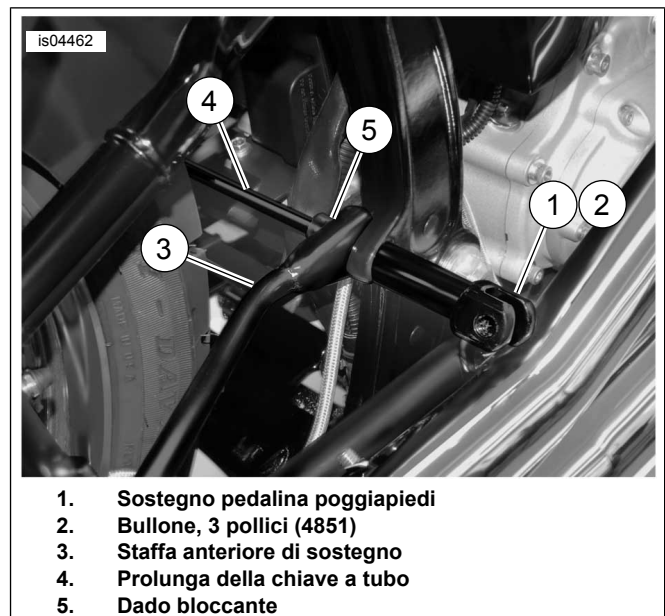
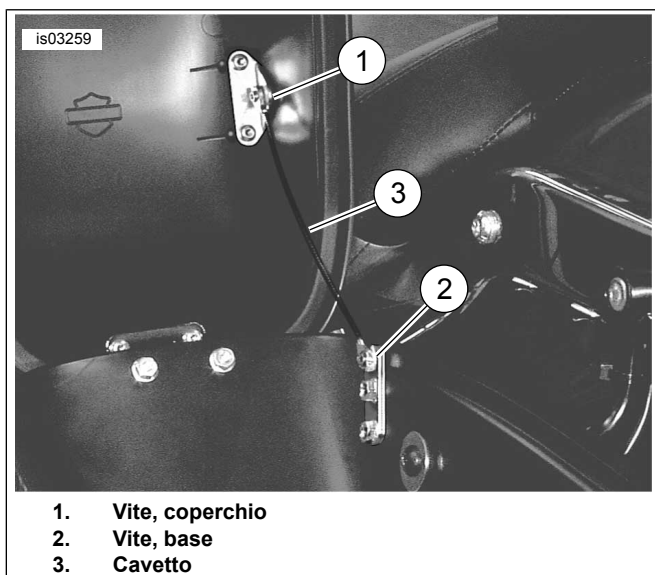
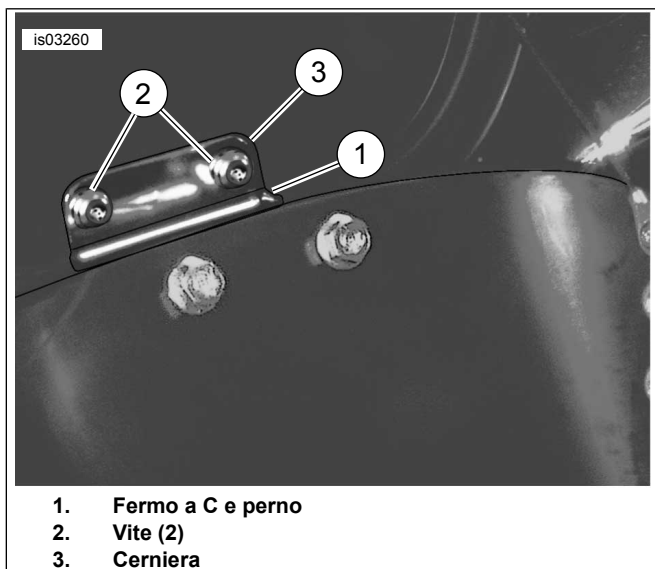
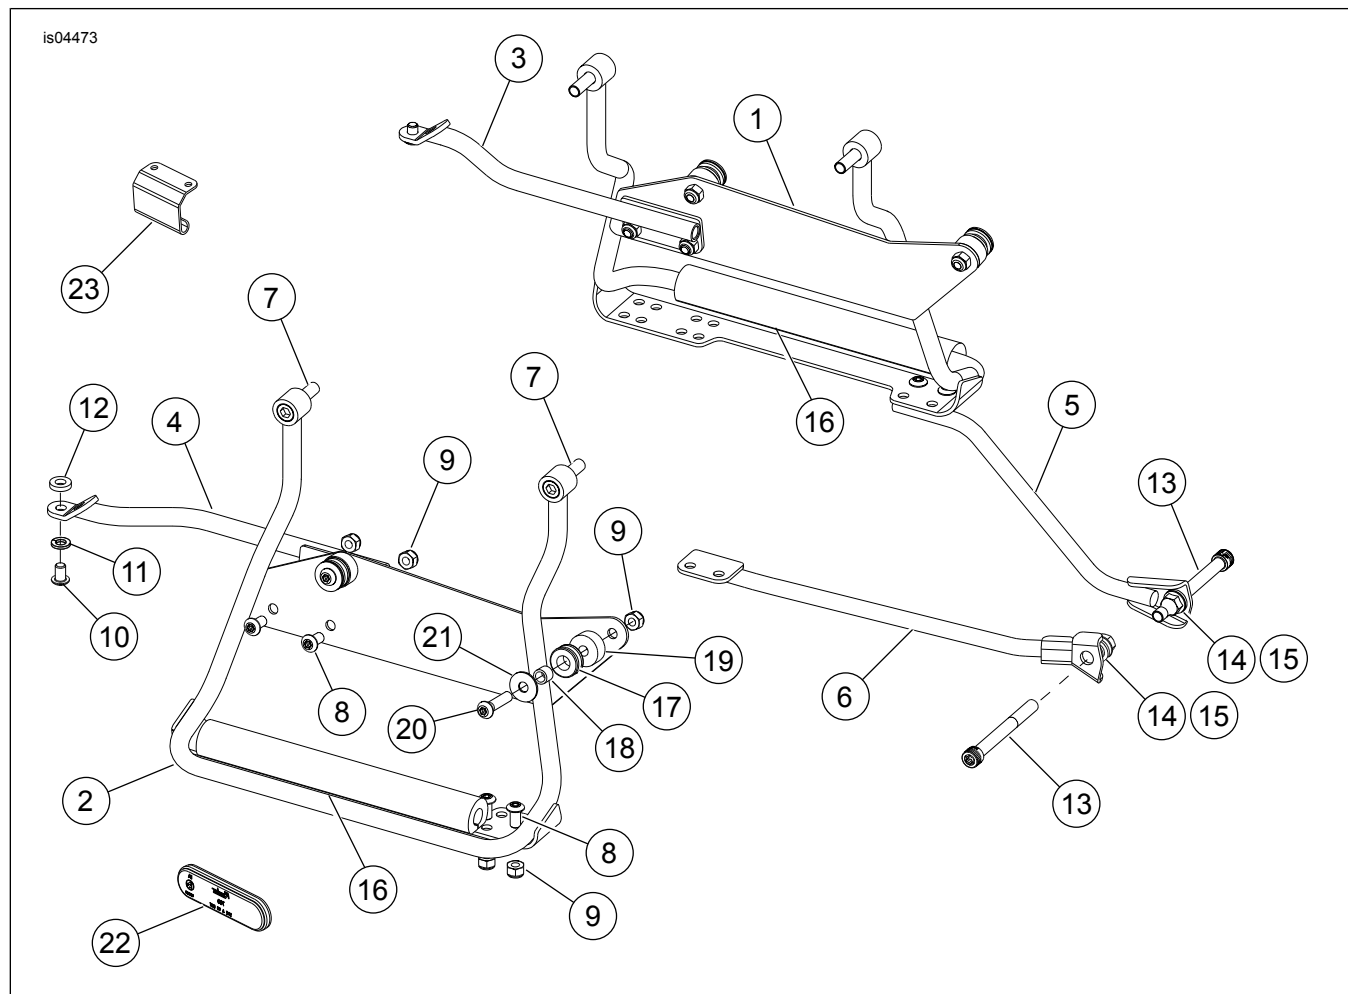

Figura 11. Installazione della staffa anteriore di sostegno e del sostegno della pedalina poggiatesta (illustrato il lato destro)
Figura 17. Rimozione del cavetto
Figura 18. Rimozione della cerniera
Figura 19. Parti di ricambio: kit staffa della borsa portapacchi (90227-06A) e kit bulloneria (90052-03A)
1. Vedere Figura 11. Allineare il sostegno della pedalina poggiatesta (1) al foro nel telaio.
2. Inserire il bullone (2) attraverso il sostegno della pedalina poggiatesta e il telaio. Le filettature dovrebbero risultare esposte all'incirca di 1/2 pollice sul lato interno del telaio.
3. Montare la staffa di sostegno anteriore (3) sul bullone.
4. Installare la rondella con spallamento (vedere Figura 19, elemento 14) con lo spallamento rivolto verso la staffa.
5. Servendosi della prolunga di una chiave a tubo (4) installare il dado (5) sul bullone e serrare a mano.
1. Vedere Figura 19. Installare due viti (8) attraverso gli ancoraggi di sostegno della borsa portapacchi (1, 2) e nella staffa di sostegno anteriore (5, 6). Fissare con i dadi (9). Serrare i dadi ad una coppia di 13,1 N·m (10 ft·lb).
2. Serrare i dadi (15) sulla staffa di sostegno anteriore (3) ad una coppia di 34-41 N·m (25-30 ft·lb).
3. Installare l'isolatore di gomma (16) sugli ancoraggi di sostegno della borsa portapacchi (1, 2) con il lato "piatto" rivolto in basso.
- Vedere Figura 19. Inserire la vite (20) e la rondella (21) dal fianco della borsa portapacchi attraverso il distanziale (19). Quindi montare il dado (9) e serrarlo a mano.
1. Vedere Figura 17. Togliere le viti (1, 2) che fissano il cavetto al coperchio e alla base della borsa portapacchi.
2. Staccare il cavetto (3) dalla borsa portapacchi.
3. Vedere Figura 18. Togliere dalla cerniera e conservare il fermo a C e il perno (1). Staccare il coperchio dalla borsa portapacchi.
4. Estrarre e conservare le due viti (2) che fissano la cerniera al coperchio della borsa portapacchi.
5. Far scorrere fuori la cerniera (3) da sotto la guarnizione di tenuta di gomma.
6. Vedere Figura 19. Fare scorrere la cerniera (23) sotto la guarnizione di tenuta di gomma e fissarla parzialmente al coperchio della borsa portapacchi con le viti (Figura 18, elemento 2) estratte in precedenza. Serrare le viti a fondo.
7. Vedere Figura 18. Inserire il perno nella cerniera e fissarlo con il fermo a C.